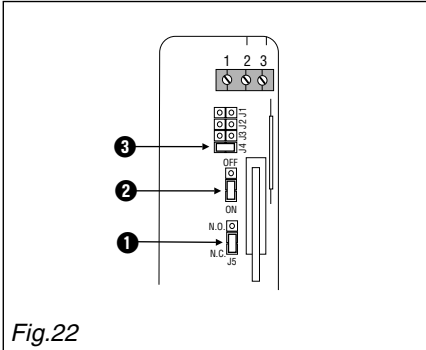

Fig.22
### 3.3.5 Mise en œuvre (fig. 22)
Si l'ampoule Reed n'est pas utilisée, elle doit toujours être fermée (cavalier ② fig. 22).